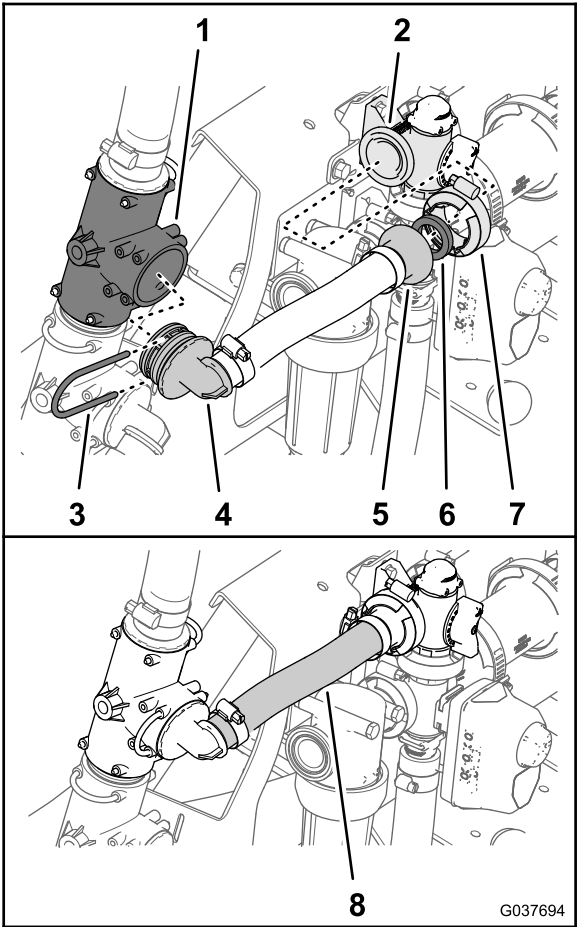

图59
2. 使用在 拆下搅拌旁通和打药车供水软管 (页码 14) 的步骤 2 中卸下的卡环将搅拌旁通软管 25 x 254mm 的 90° 宝塔接头安装到上 T 形接头上 图59。
3. 用法兰夹具 4064mm 将搅拌旁通软管的宝塔凸缘接头和垫片 25 x 35mm 固定到搅拌旁通阀的法兰上 图59。